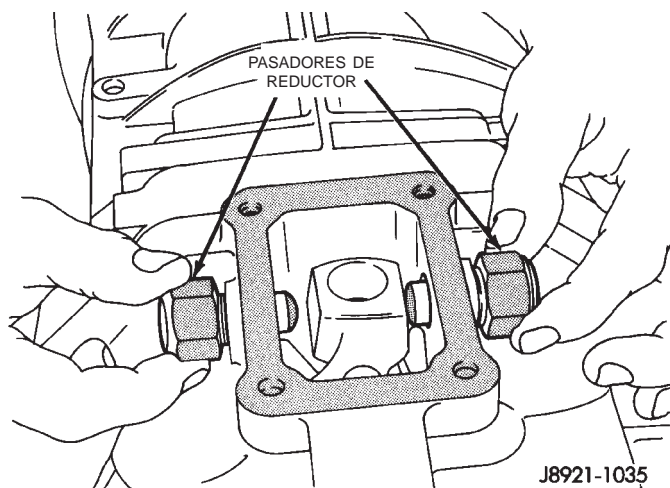

Fig. 46 Instalación de pasadores de reductor del cambiador
(15) Instale los pasadores de reductor del cambiador en la torre de cambios y apriételos con una torsión de 27 N·m (20 lbs. pie) (Fig. 46).